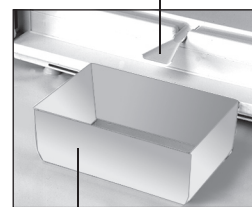
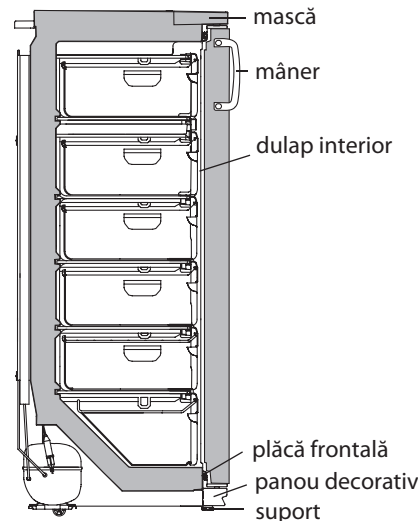

Figura 5 – Recoltarea apei provenite
Figura 6 – Schema congelatorului
- să îndepărtați apa rezultată în urma topirii, instalând în conformitate cu figura 5 elementul de masă plastică pentru drenare / pentru curățare a gheții și orice vas recipient cu volumul nu mai puțin de 2 l;
SE INTERZICE să decongeleți congelatorul fără utilizarea elementului pentru drenare instalat în conformitate cu figura 5. Apa rezultată în urma topirii care se scurge din cameră afară de elementul pentru drenare, pătrunzând în locul de alăturare a plăcii frontale la dulapul interior în conformitate cu figura 6, poate provoca coroziunea dulapului exterior al congelatorului și a elementelor agregatului frigorific, defectarea izolației termice, formarea crăpăturilor dulapului interior și defectarea dulapului congelatorului.